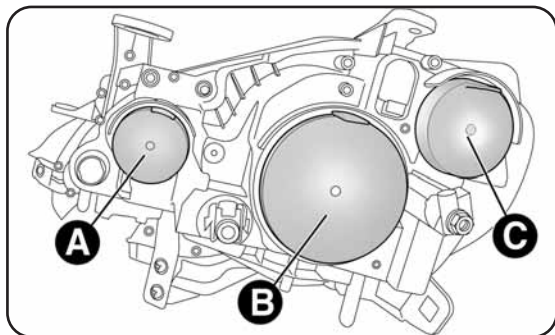

fig. 15
### GROUPES OPTIQUES AVANT fig. 15
- retirer le couvercle de protection B-fig. 15 ;
- remonter correctement le couvercle de protection B-fig. 15.
- retirer le couvercle de protection A-fig. 15 ;
- remonter correctement le couvercle de protection A-fig. 15.
- retirer le couvercle de protection C-fig. 15 ;